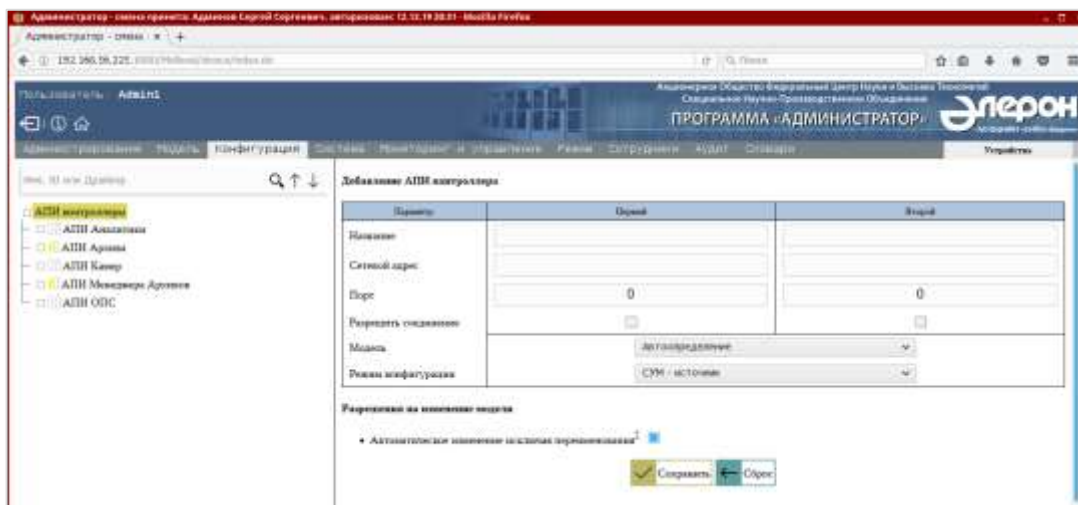

Рис. 9
3) в поле «Модель» (Рис. 9) из выпадающего списка выбрать модель «АПИ ОПС <номер сборки модели>» (в примере используется модель «АПИ ОПС 2014.07.10»). **Важно!** Нельзя выбирать тип модели «Автоопределение», потому что в этом случае будет создана полностью пустая модель;